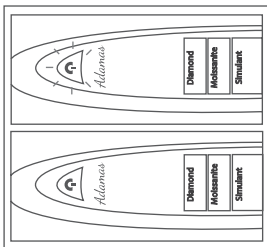

Fig. 1.10
3. Premere il pulsante di Accensione/Spengimento per accendere il tester. Una volta che la luce READY smette di lampeggiare, il tester è pronto per entrare in modalità di calibrazione come mostrato nella **Fig. 1.10**. Questa fase potrebbe impiegare fino a 15 secondi. Se la luce READY continua a lampeggiare dopo 15 secondi, la punta della sonda potrebbe non essere posizionata correttamente. Ripetere la procedura dal Punto 1 e 2.